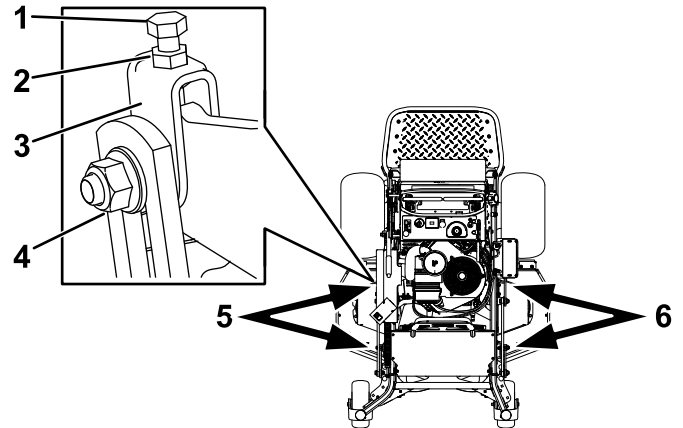

Bild 94
1. Lockern Sie die seitliche Mutter und Klemmmutter in den Jochs, die Sie einstellen möchten (**Bild 94**).
2. Drehen Sie die obere Schraube der Jochs, um die Höhe des Mähwerks einzustellen (**Bild 94**).